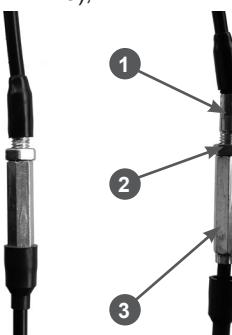

Рис. 13 Механизм регулировки тросов
- если данное условие не выполняется, отрегулируйте длину тросов с помощью регулировочного механизма на тросах (Рис. 13). Для этого ослабьте затяжку контргайки 2 и, выкручивая/закручивая регулировочный винт 1 в гайку 3, установите требуемую длину троса (Рис. 13);